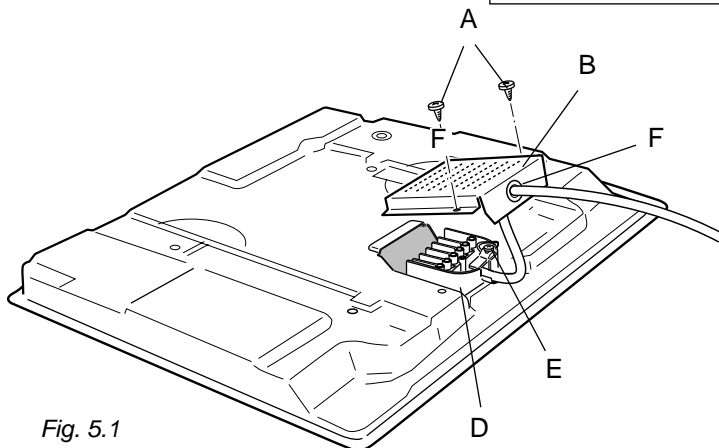

Fig. 5.1
- ✓ Afloje los tornillos A y saque la protección B (fig. 5.1).
- ✓ Abra el fijacable E (fig. 5.1).